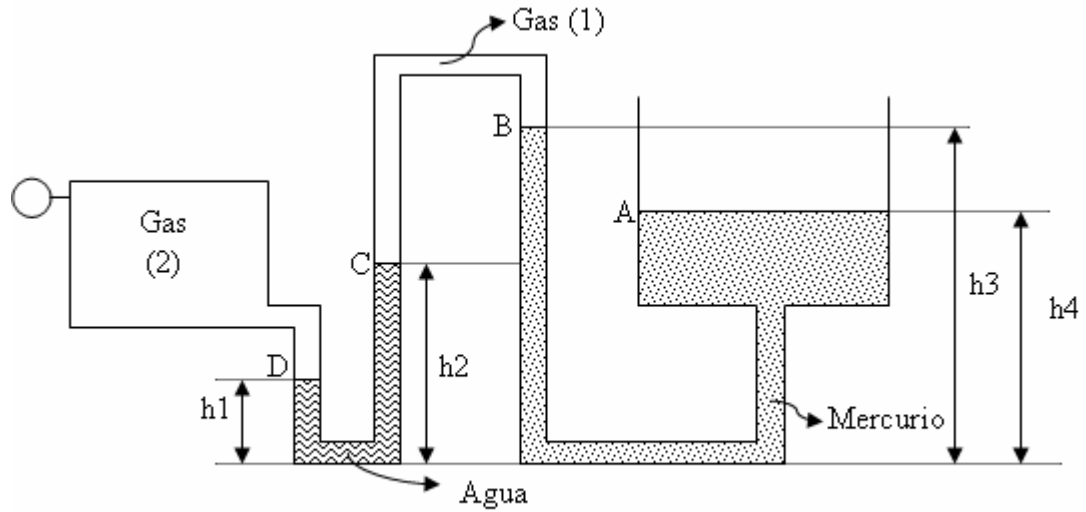

Figura 1.9
27. Para el sistema mostrado en la Figura 1.9, sabiendo que $h_1 = 15$ cm, $h_2 = 20$ cm, $h_3 = 40$ cm, $h_4 = 30$ cm y la presión atmosférica es de 760 mm Hg, calcule:
- La presión del gas en (1) y (2).